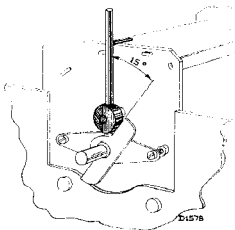

Fig. 9
- 15° mal aanbrengen en variabele condensator vast tegen mal aandraaien (fig. 9) (minimum capaciteit).